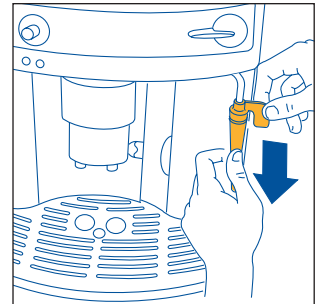

Fig.26
- Quite la boquilla de vapor del tubo de erogación tirando de ella hacia abajo (fig. 26).